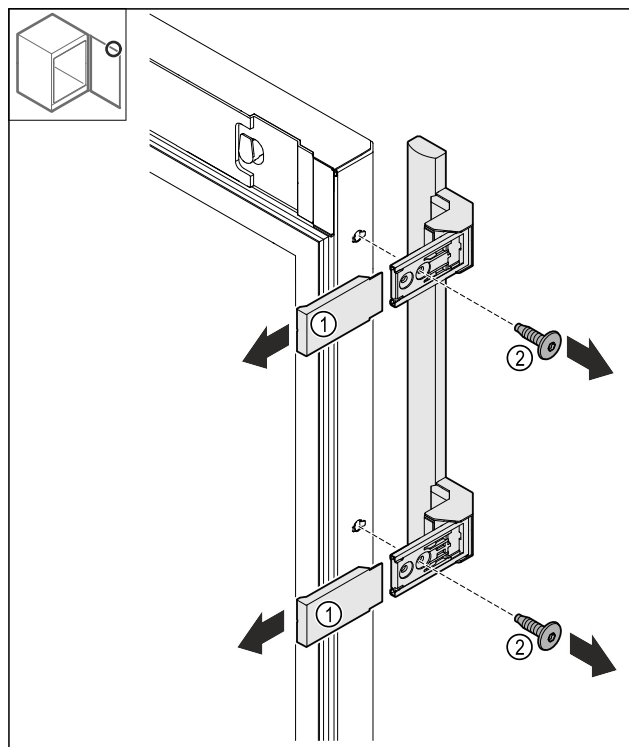

Fig. 19
- Afdekkingen Fig. 19 (1) wegtrekken.
- Schroeven Fig. 19 (2) losmaken.